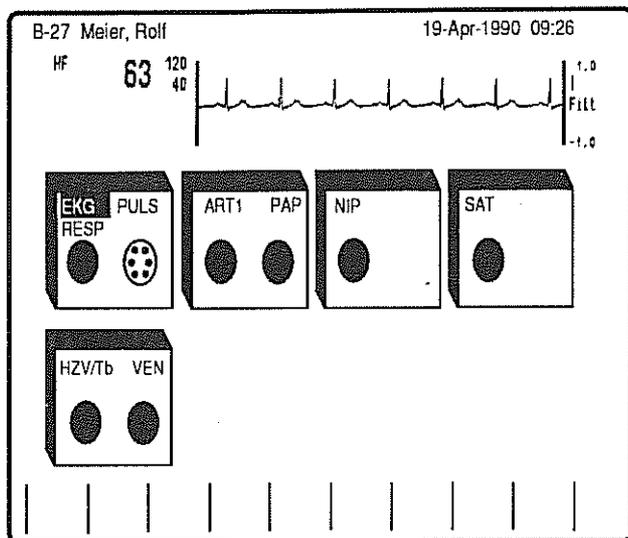

Bild 8
- * Befindet sich die Modulbox nicht beim Gerät, so können Sie dazu auch die Taste **Set up** am Monitor drücken. Es erscheint dann eine schematische Darstellung der Module mit den angeschlossenen Signalleitungen (Bild 8).